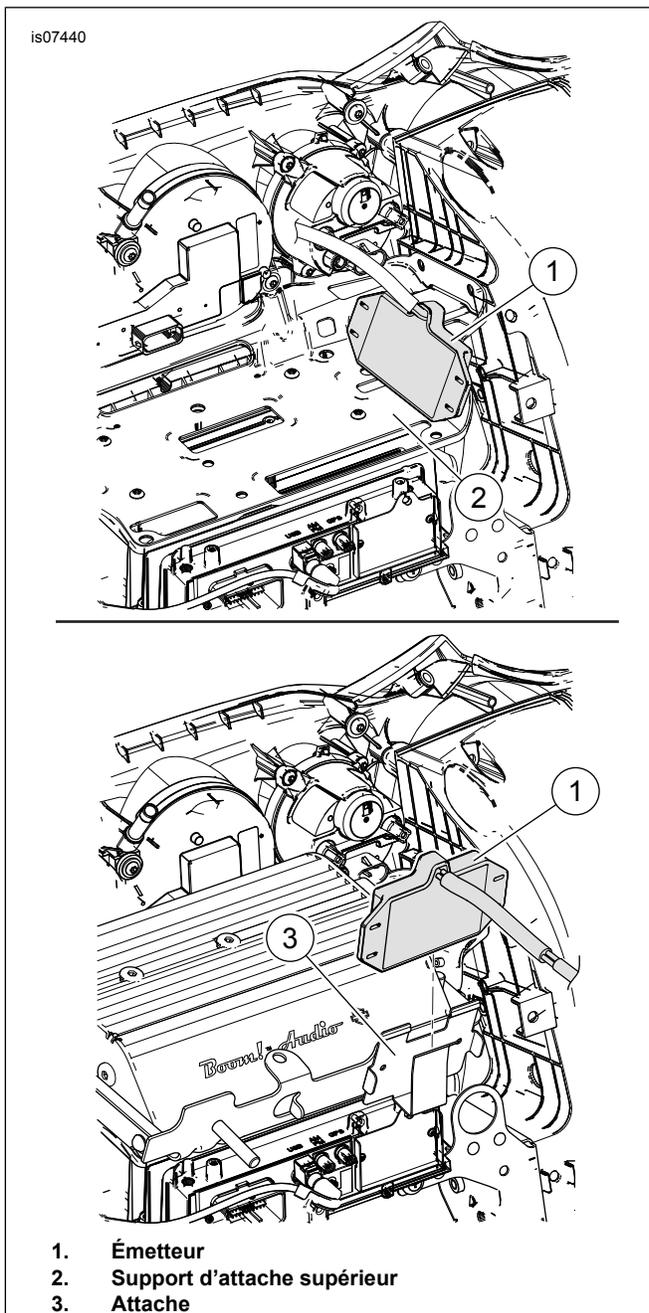

Figure 13. Montage de l'émetteur (modèles Trike ou Touring FLHT et FLHX de 2014 à 2016)
2. Voir Figure 13. **Modèles SANS amplificateur monté sur carénage :**
- b. Monter l'émetteur (1) du côté gauche du support supérieur.
- a. Insérer l'émetteur (1) dans l'attache (3) à l'avant du support de montage de l'amplificateur.